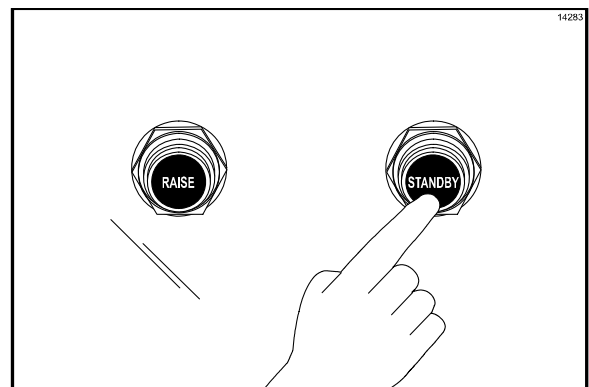

Figura 117
10. Pressione o botão Standby para fechar o platen. (Veja a Figura 117.)